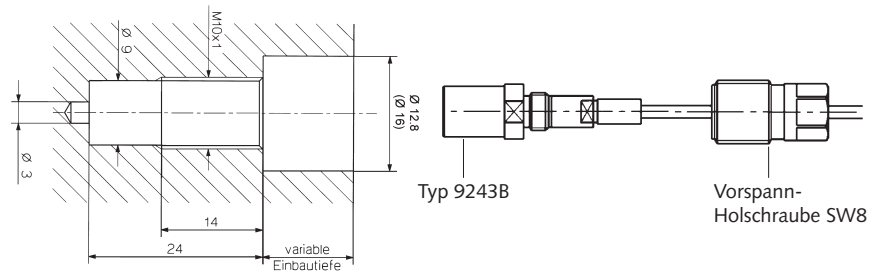

Bild 2: Standardeinbau des Längsmessdübels Typ 9243B
- Einbau und vorsichtiges Vorspannen des Sensors mit Hilfe der im mitgelieferten Zubehör enthaltenen Vorspann-Hohlschraube M10x1 mit SW8 mit einem geeigneten Sechskant-Steckschlüssel (z.B. Typ 1385B200) auf den vorgeschriebenen Wert von 40.000 pC (≈ 16 kN) gemäss Bild 2.